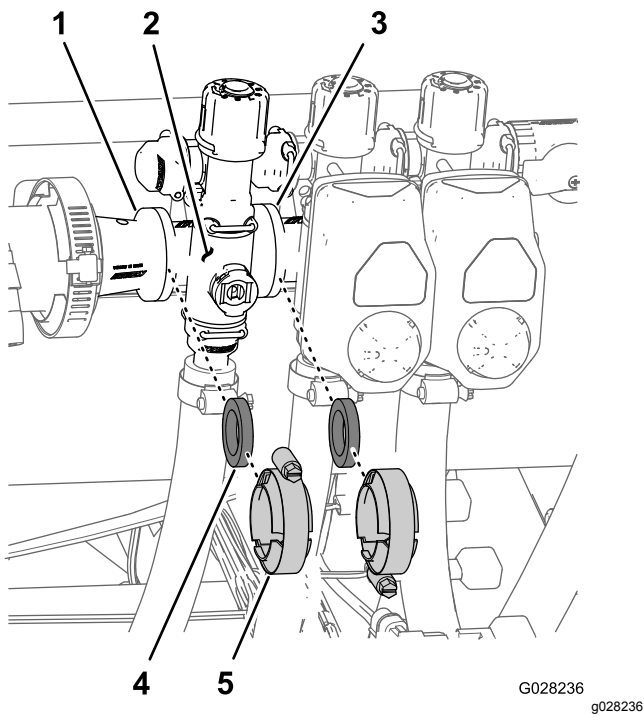

图108
1. 拆下将喷洒臂段阀歧管图108固定至相邻喷洒臂段阀如左喷洒臂段阀和异径管连接头的夹具和垫片。